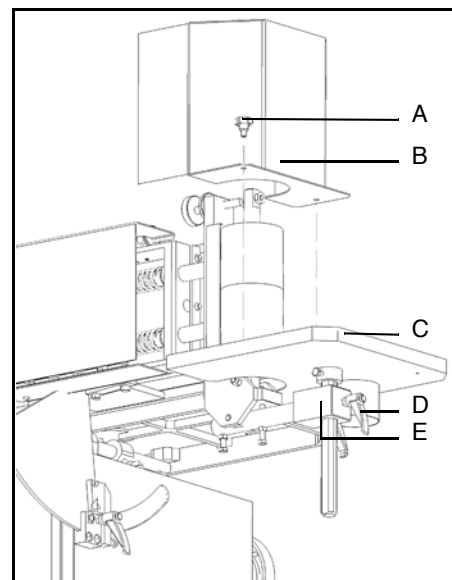

Abb. 5: Seitentisch montieren
Mit Hilfe der Abb. 5 und den folgenden Anweisungen kann der Seitentisch montiert werden.
Schritt 1: Mit der Schraube (A) die Schutzvorrichtung (B) lösen und abheben.
Schritt 2: Den Arbeitstisch (C) auf den Träger (E) schieben und mit dem Griff (D) sichern.
Schritt 3: Die Schutzvorrichtung (B) mit der Schraube (A) wieder an der Kantenschleifmaschine befestigen (siehe Abb. 5).